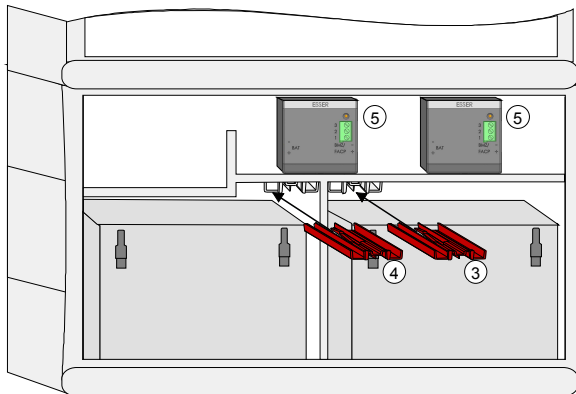

Abb. 26: Akkuzusatzhalterung und Akkuüberwachungsmodul im Gehäuse der BMZ IQ8Control M bzw. im Erweiterungsgehäuse
- Akkuzusatzhalterungen ③ und ④ montieren.
- Akkuüberwachungsmodul ⑤ gem. Abb. 26 montieren.